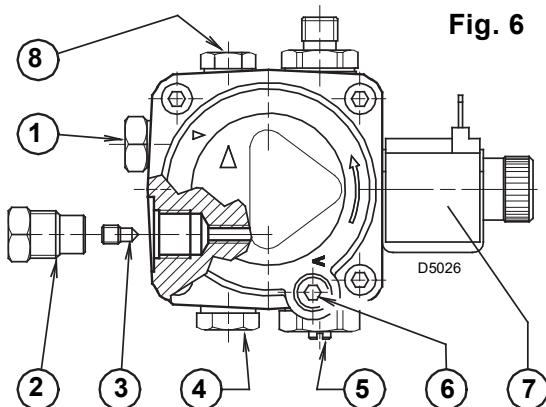
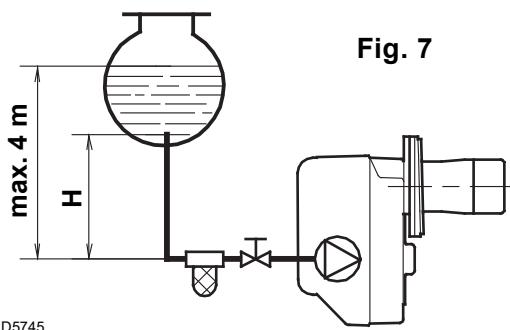

Fig. 6
Fig. 7
- La pompa è predisposta per funzionamento bitubo. Per il funzionamento monotubo è necessario svitare il tappo di ritorno (2), togliere la vite di by-pass (3) e quindi riavvitare il tappo (2), (vedi Fig. 6).
Nell'impianto di Fig. 7 è sufficiente allentare l'attacco del vacuometro (5, Fig. 6) ed attendere la fuoriuscita del combustibile.
Per effettuare le variazioni agire sulla vite (4, Fig. 6, pag. 4).